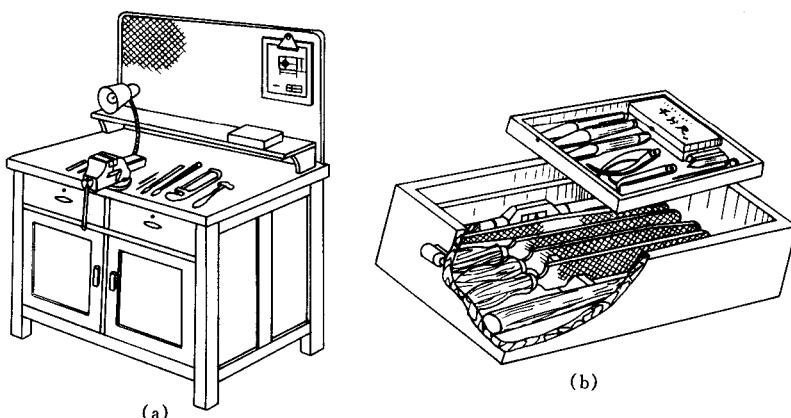

图 0-5 工量具放置
① 钳工、管工常用设备的布局要合理，钳台与管虎钳要放在便于工作和光线适宜的地方。钻床、砂轮机、弯管机一般应放在场地的边沿处，以确保使用安全。
② 钳工、管工所使用的设备和工具要经常检查，发现损坏应及时上报，在未修复前不得使用。
③ 使用电动工具（如手电钻等）时，要有绝缘防护和安全接地措施。未经专业培训，不能随意动用电器设备，如电器出现问题，应找专业人员进行维修。
④ 在钳台上进行錾削时，要装有防护网。清除钻孔或锉削的切屑时要用刷子，不要用手直接清除或用嘴吹。
⑤ 毛坯件、半成品工件、管件和已加工零件应放置在规定的位置，要排列整齐，码放平稳，确保安全。要便于取放，并避免碰伤已加工过的表面。
⑥ 常用工量具应放在工作位置的近处，使用时拿取方便。工量具不得混放在一起，量具用后应放在量具盒里。工具用后要整齐地放在工具箱里，不得随意堆放（图 0-5）。